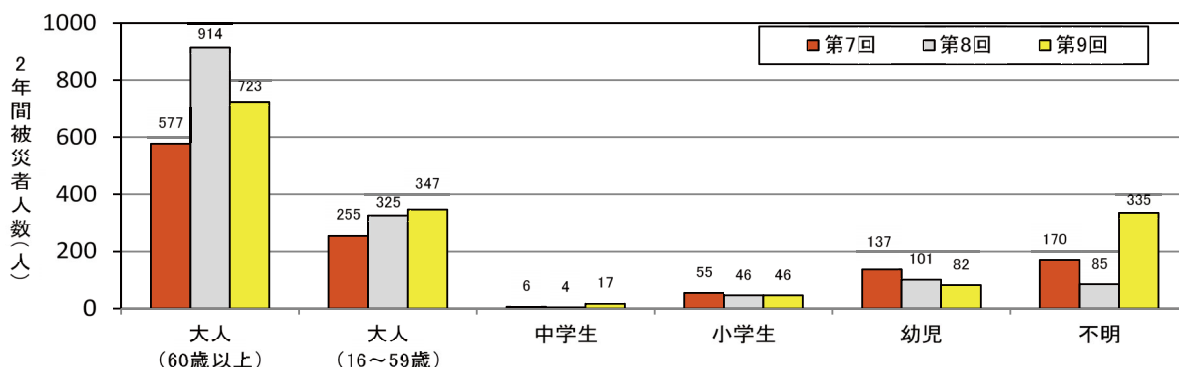

図11 年齢別の2年間被災者数
「年齢別の2年間被災者数」を図11に示す。第7回の調査から大人の区分に60歳以上の大人(以下「大人(60歳以上)」という。)の分類を設けた。
また、大人(60歳以上)の被災が図11において、顕著に多い傾向があることから、挟まれ、転倒を年齢別に分析した。なお、本項では、図5の「乗り口部」、「降り口部」での転倒を「乗降口」での転倒としてまとめている。
- 6) 被災者の年齢別では大人（16～59 歳）が全体の 22%を占め、大人（60 歳以上）の被災は全体の約半数（46%）を占めた。[図 11]